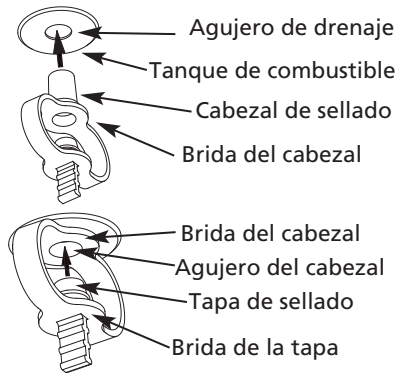

Figura 10 – Reinstalación del Tapón de Drenaje
parte inferior del tanque. Consulte la Figura 10.
- Inserte totalmente la tapa de sellado en el agujero del cabezal de manera que la brida de la tapa esté al ras con la brida del cabezal. Consulte la Figura 10.